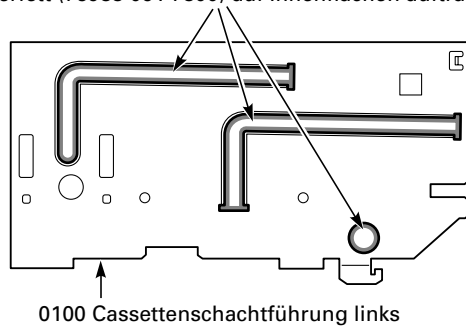
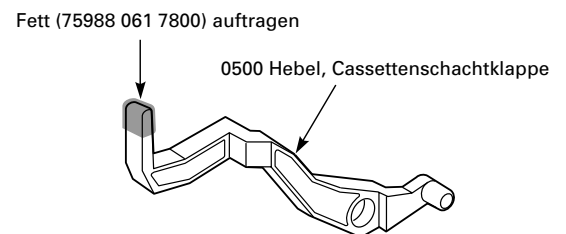

Fig. 8.5
Fig. 8.10
- Schmierhinweise in den Fig. 8.5 – Fig. 8.10 beachten!